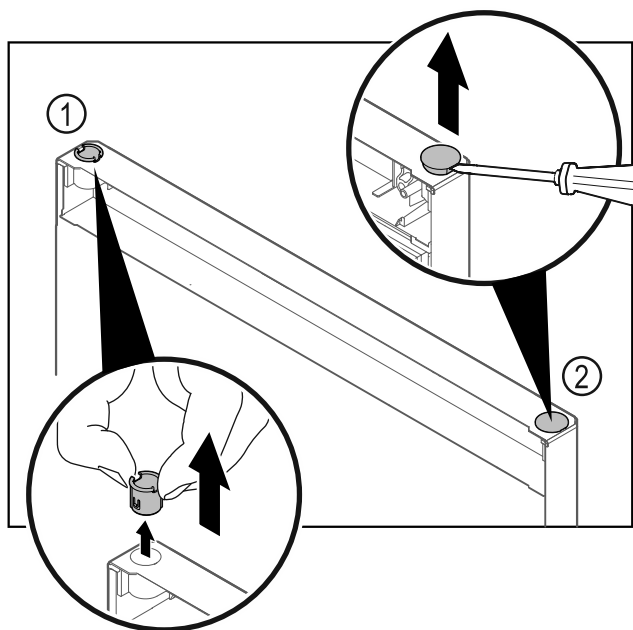

Fig. 21
- Estrarre la boccia cerniera Fig. 21 (1) con le dita.
- Con un cacciavite a testa a intaglio sollevare con cautela il tappo Fig. 21 (2) ed estrarlo.